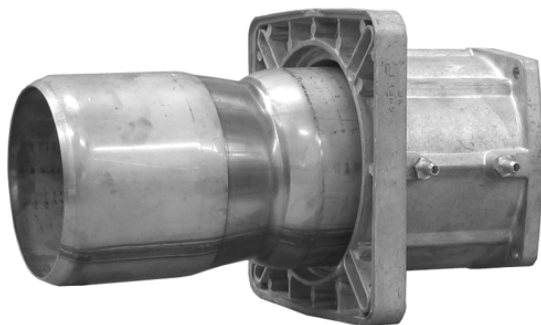

Fig. 6 - Boccaglio in versione corta
- 3 Rimuovere le 4 viti che fissano il boccaglio al tronchetto (Fig. 6).
- 4 Sfilare il boccaglio dal tronchetto flangiato e rimontarlo sul lato opposto, come mostrato in Fig. 6 e Fig. 7, fissandolo con le viti rimosse in precedenza (Fig. 8).